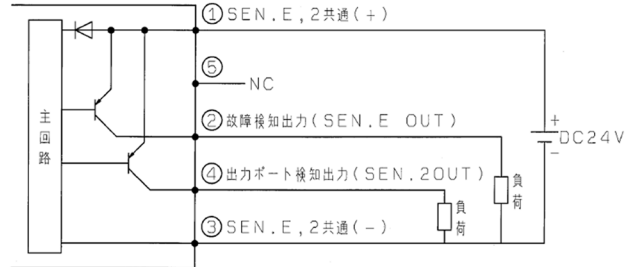
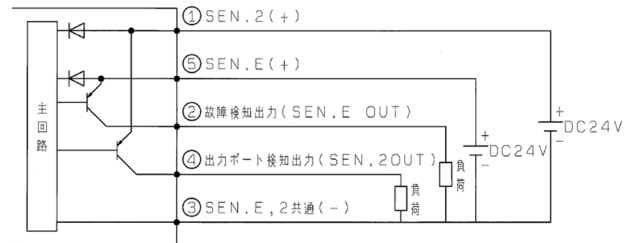

図 10. 圧力センサ電気回路図(ダブルコモン:D)
図 12. 圧力センサ電気回路図(マイナスコモン配線タイプ 2:N2)
- 本製品の圧力センサの電気回路図を図 10～図 12 に示します。トランジスタにより約 1V 電圧降下しますので、許容電圧変動にご注意ください。なお、消費電力、許容電圧変動についてはカタログをご参照ください。